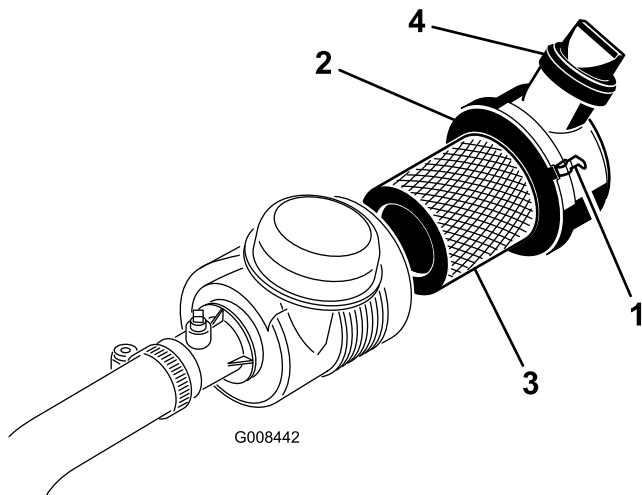

図 37
- エアクリーナのカバーをボディーに固定しているラッチを外す(図 37)。
- カバーを取り付け、ラッチを掛ける(図 37)。